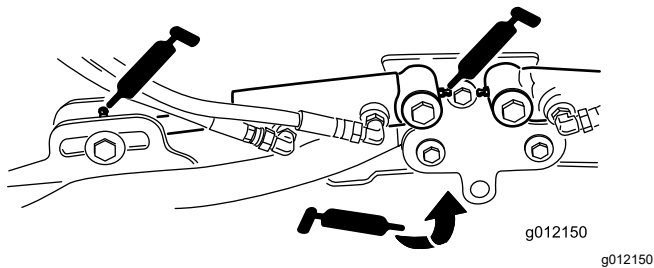

**Figure 41**
- Joint de cardan d'arbre d'entraînement de pompe (3) (Figure 41)